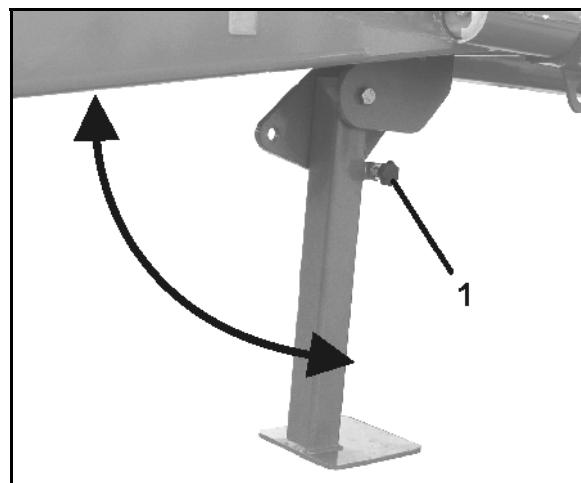

Fig. 36
1. Trekk til stjernehåndtaket (Fig. 36/1).